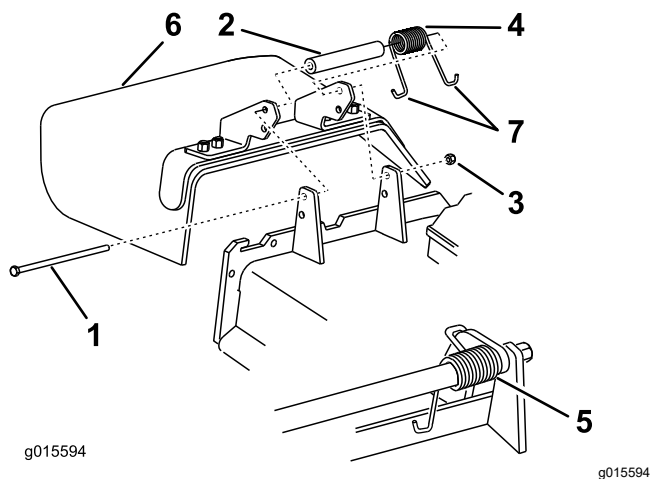

Bild 93
1. Entfernen Sie die Sicherungsmutter, Schraube, Feder und das Distanzstück, mit denen das Ablenkblech an den Drehhalterungen befestigt ist (Bild 93).
- Hinweis:** Achten Sie darauf, dass ein J-Hakenende der Feder hinter der Mähwerkkante befestigt ist, bevor Sie die Schraube einsetzen, wie in Bild 93 abgebildet.
6. Führen Sie das J-förmige Hakenende der Feder um das Ablenkblech (Bild 93).